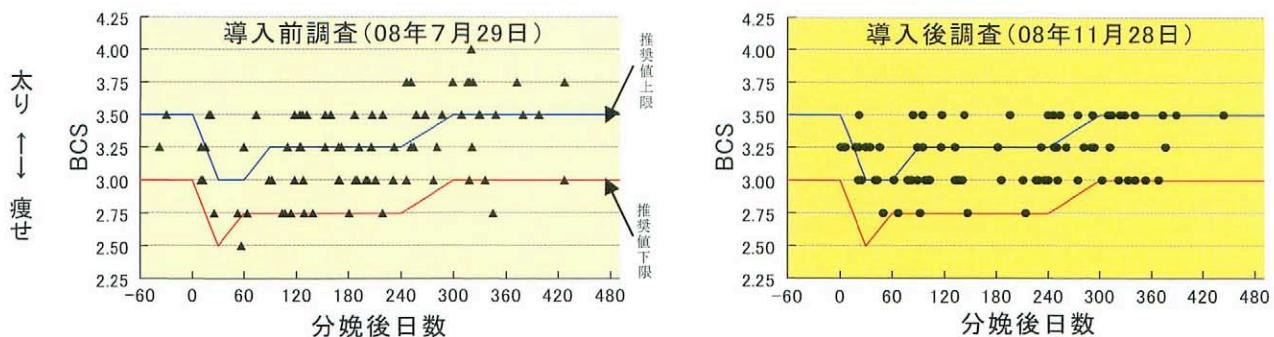

図2 システム導入4ヶ月後の乳牛全頭のBCSの変化(北海道B牧場)
- ①生乳単位重量あたりの濃厚飼料費は、導入後3年経過のA農家及び導入後4ヶ月経過のB, C農家において、導入前に比べて20%前後低減(表1)しました。
- ②導入4ヶ月後には、泌乳後期牛の過肥が抑制され、乳牛のボディコンディション・スコア(BCS)は、概ね3.0~3.5と適正範囲に収まりました(図2)。